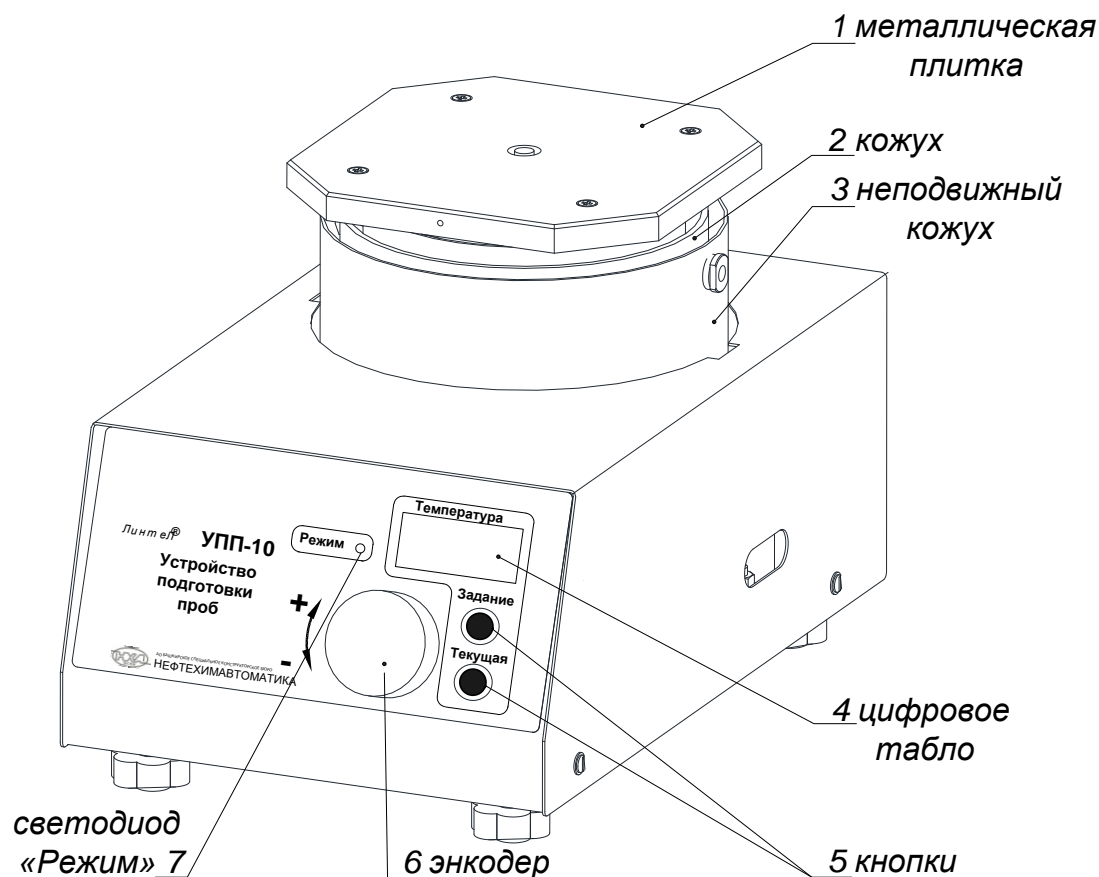
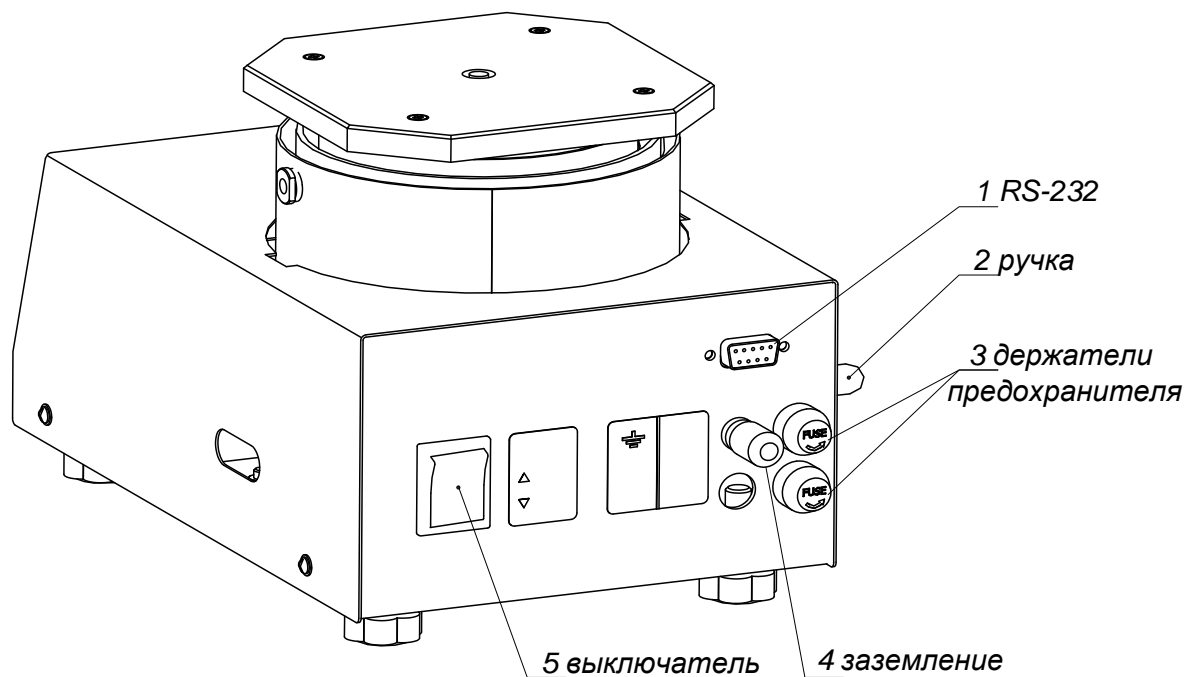

Рисунок 1 - Внешний вид устройства УПП-10 – вид спереди
Рисунок 2 - Внешний вид устройства УПП-10 – вид сзади
1.3.2.3 Блок нагрева (см. рисунок 1) включает в себя металлическую плитку 1, установленную на подвижном (качающемся) цилиндрическом кожухе 2, которые имеют две степени свободы движения относительно наружного неподвижного кожуха 3. Изменение угла и направления наклона плитки и кожуха производится при помощи ручки 2 (см. рисунок 2). В задней части блока нагрева находятся держатели предохранителя 3, зажим заземления 4, выключатель (тумблер «Сеть») 5 и разъем RS-232 (позиция 1).
- 1.3.2.7 Блок нагрева (см. рисунок 1) снабжен энкодером 6 для задания температуры и кнопками 5 для отображения заданной и текущей температур (см. таблицу 2). Заданная и текущая температуры отображаются на цифровом табло 4 (см. рисунок 1). Светодиод «РЕЖИМ» 7 (см. рисунок 1) служит для индикации режима работы устройства. Назначение элементов индикации представлено в таблице 3.
- 2.3.2 Включить тумблер «Сеть» (см. рисунок 2 – выключатель).
- 4.2.1 Включить устройство тумблером «СЕТЬ» (см. рисунок 2 – выключатель). После включения на цифровом табло будет отображаться значение заданной температуры. При помощи энкодера задать температуру на 80°С выше температуры размягчения испытуемого образца битума.